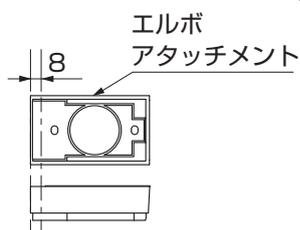

図12-121 150角柱のみ
- 直角納まりは基本150角柱のみ設置可能です。150角柱に設置する場合はエルボアタッチメントを8mmカットしてください。（図12-121参照）